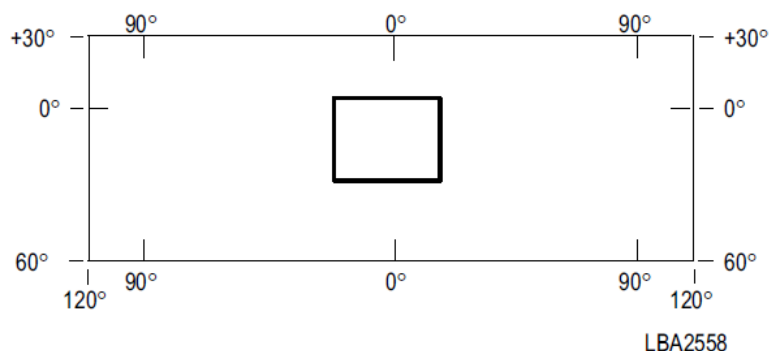

Figure 4-16. TADS Field Of Regard
- (b) **TADS FOR.** Il campo di considerazione TADS (fig. 4-16) rappresenta quanto segue: La parte superiore del BOX segna $+30^\circ$, i segni di tic orizzontali indicano la posizione 0 , e la parte inferiore della scatola segna -60° . Il lato sinistro della scatola segna -120° , i segni tic verticali sinistri indicano -90° , i segni tic verticali centrali indicano 0° , i segni tic verticali destri indicano $+90^\circ$, e il lato destro della scatola segna $+120^\circ$.